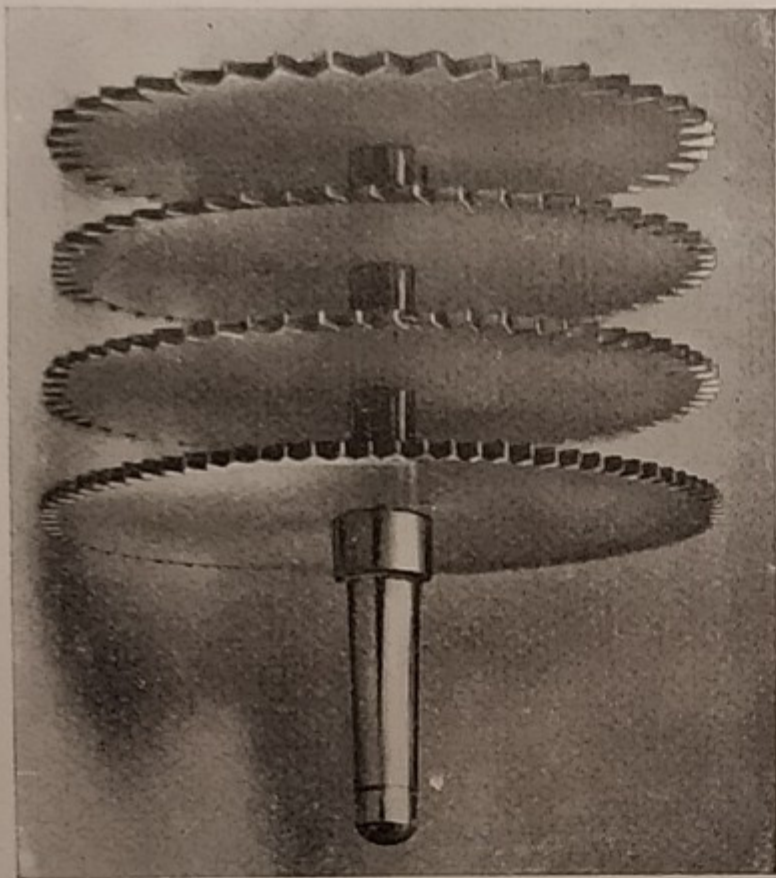

Fig. 87. — SIRENA A RUOTE DENTATE.
63. Limite dei suoni. — Vi sono degli apparecchi che permettono di contare le vibrazioni dei suoni da essi prodotti e quindi di provarle in numero determinato. Il più semplice è la *sirena* o *ruota di Savart* che si riduce ad una ruota dentata (fig. 87), di cui si può, con un contagiri, determinare la velocità di rotazione. Sforando con un cartoncino o con una laminetta tenuta fra le dita, i denti della ruota, si producono anche nell'aria delle vibrazioni sonore. Se la ruota va lentamente, non si sente che il fruscio della lamina, ma se, crescendo la velocità, il numero dei denti urtati diviene superiore a 16 al minuto secondo, si distingue dapprima un suono molto *basso* o *grave*, che va diventando sempre più alto ed *acuto*, fino a trasformarsi in uno stridore acutissimo che